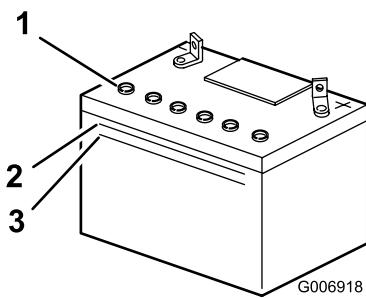

Figure 36
2. Observez le côté de la batterie. Le niveau de l'électrolyte doit atteindre le trait supérieur (Figure 36).
Remarque: Le niveau d'électrolyte ne doit pas descendre au-dessous du trait inférieur (Figure 36).
- Enlevez les bouchons de remplissage (Figure 36).
- Versez de l'eau distillée avec précaution dans chaque élément jusqu'à la partie inférieure du tube (Figure 36).